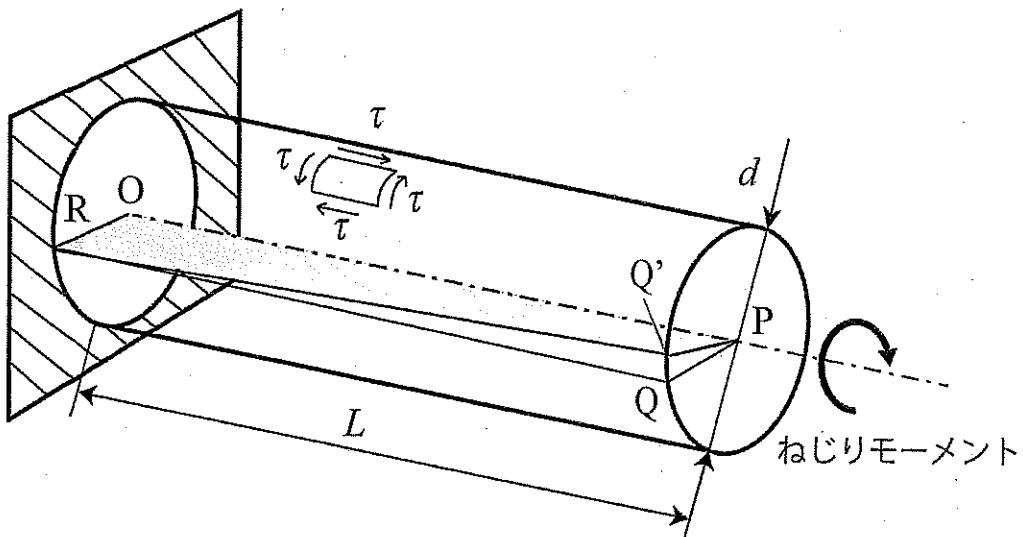

図2
- (2-2) 図2のように, 丸棒の中心軸OPを含む平面OPQRが, ねじりによってOPQ'Rとなつたとき, 右端面のねじれ角 $\angle QPQ'$ の大きさを,  $d, L, \tau, G$ を用いて表しなさい。